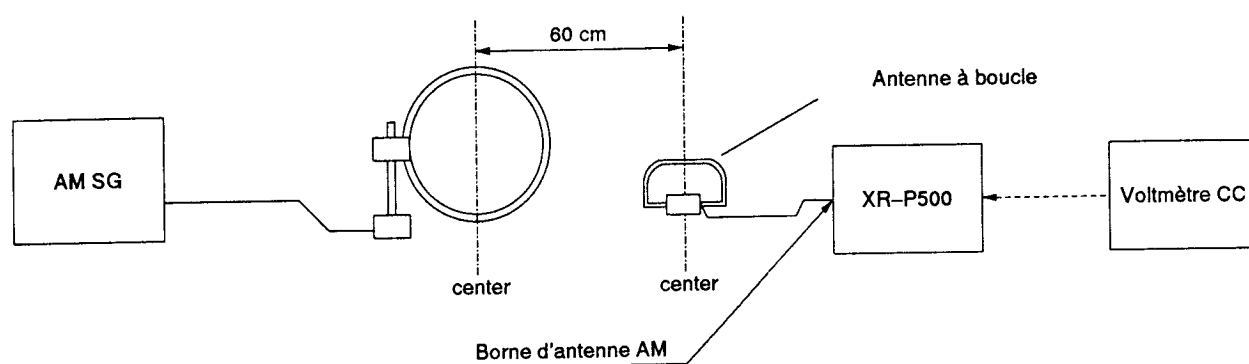

Fig. 8-2. Diagramme de Connexion de Réglage AM
- Raccorder comme indiqué sur la figure 8-2.
- Les points de réglages et les points d'essais sont représentés à la figure 8-2.